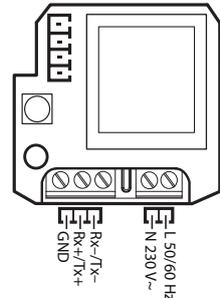

Fig. 7
- per i modelli a 230 Vac vedere fig.7.
- for the 230 Vac models see Fig. 7.